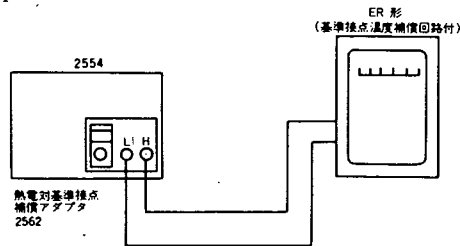

図8 熱電温度計の校正回路
- (1) 図8のように接続します。
- (2) 室温(基準接点の温度)に相当する起電力を熱電対基準接点補償アダプタ Type2562 のダイヤルで設定します。
- (3) このときの Type2554の設定電圧が、基準接点温度が0°Cであるときの熱起電力に等しい電圧となって熱電温度計に印加されますので、熱電温度計の校正が簡単に行なえます。